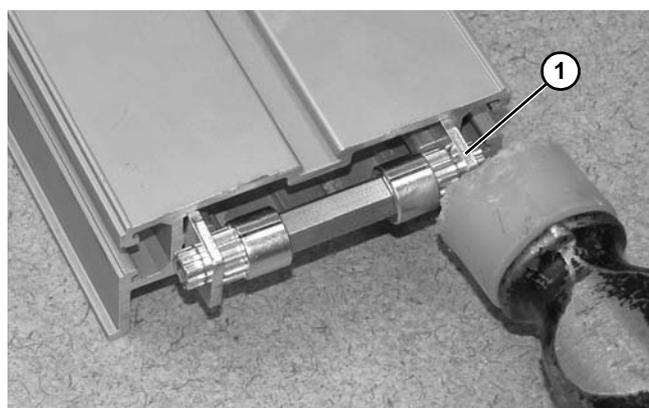

**Figura 92**
7. Inserte el conjunto del piñón (Figura 92, artículo 1) en el armazón del transportador.